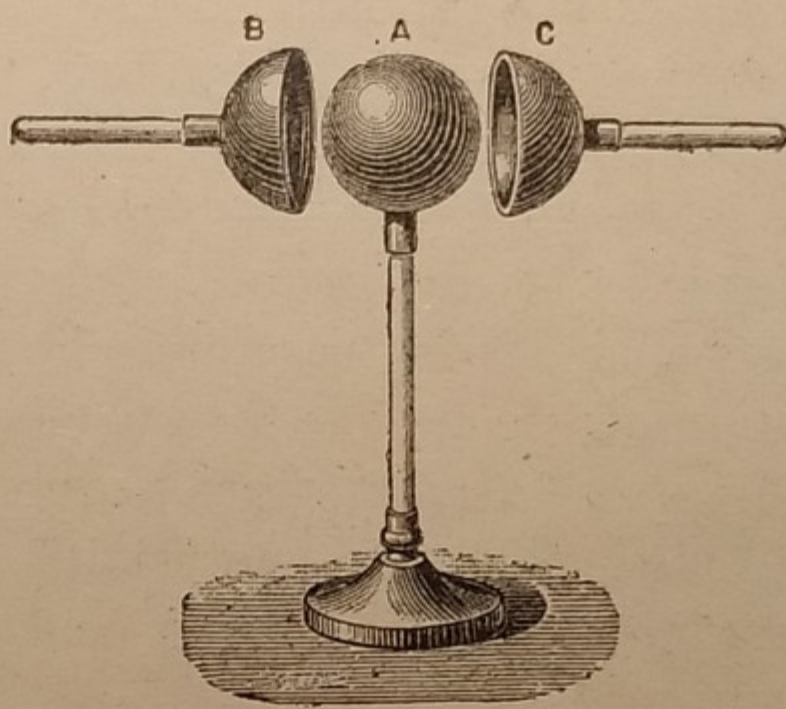

Fig. 111.
2) Si elettrizzi una sfera A di rame (fig. 111). Se ad essa si sovrappongono due emisferi B e C muniti di manico isolante, la sfera si diselettrizzerà, mentre gli emisferi si elettrizzeranno. Numerose altre esperienze dimostrano che l'elettricità si porta all'esterno e che quindi, fra due conduttori di egual superficie, uno cavo, l'altro massiccio, la *carica elettrica* o *quantità di elettricità* che possono contenere, è uguale.